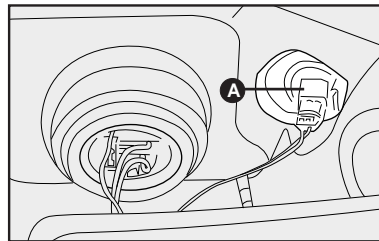

fig. 13
SUBSTITUIÇÃO DAS LÂMPADAS DAS SETAS DIANTEIRAS - fig. 13
- 1) Retirar o porta-lâmpadas **A**-fig. 13 girando-o no sentido anti-horário;